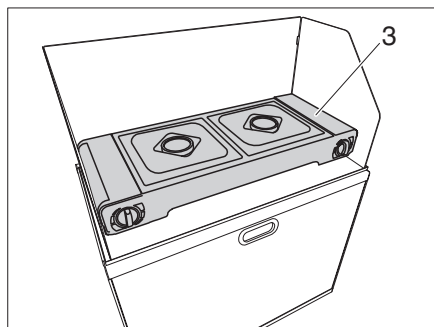

Bild 21 2-Flamm-Kocher aufstellen
- 2-Flamm-Kocher (Bild 21,3) der Campbox entnehmen und im Windschutz aufstellen.